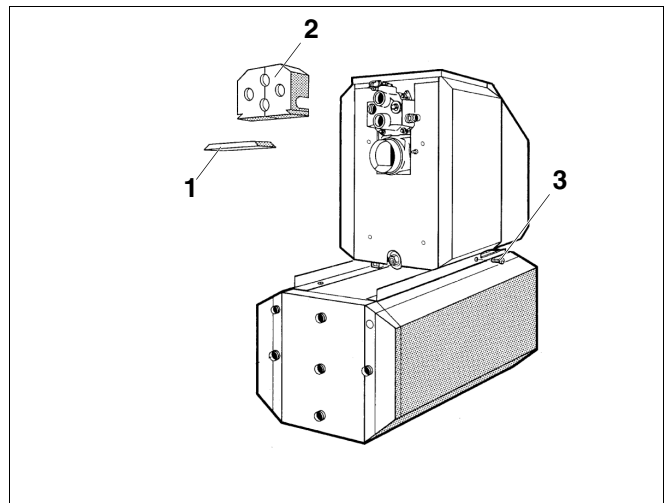

Abb. 4 Heizkessel auf Speicher-Warmwassererwärmer montieren
- Sechskantschrauben M 8 x 25 (Abb. 4, Pos. 3) durch die seitlichen Bohrungen der Winkelprofilschiene und durch das Langloch der Kesselgliedfüße stecken. Auf der Innenseite je eine Sechskantmutter mit angepresster Scheibe aufschrauben (Abb. 4). Wärmeschutz (Abb. 4, Pos. 2) und Strahlungsschutzblech (Abb. 4, Pos. 1) vom Anschlussformstück abnehmen (siehe Montageanweisung des Heizkessels).